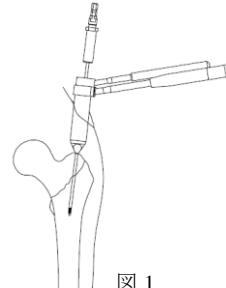

図 1
1) スキンプロテクター (-5mm) にガイドピンスリーブを組み付け 3.2 ガイドピンを刺入します。（図 1）